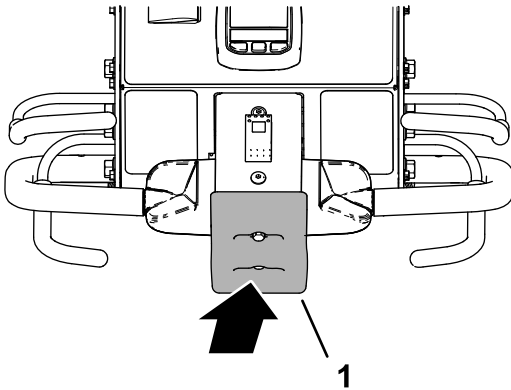

Bild 36
2. Halten Sie den Schaltbügel und den Fahrtriebshebel betätigt und betätigen Sie den Anschlagschalter (Bild 36).